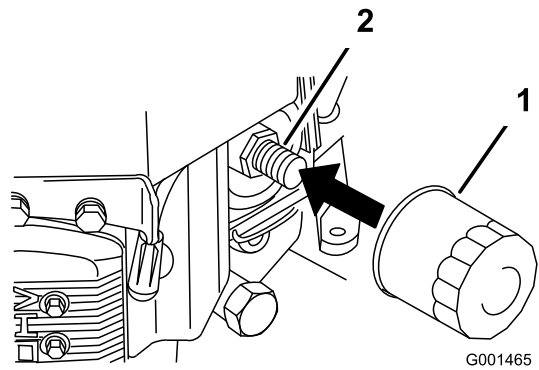

Figura 22
- Retire el filtro de aceite usado (Figura 22).
- Aplice una capa fina de aceite nuevo a la junta de goma del filtro nuevo (Figura 22).
- Instale el filtro de repuesto en el adaptador de filtro; gire el filtro en el sentido de las agujas del reloj hasta que la junta de goma entre en contacto con el adaptador del filtro, luego apriete el filtro tres cuartos de vuelta más (Figura 22).